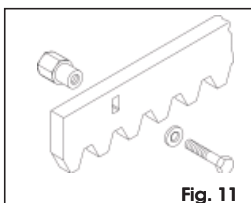

Fig. 11
5.4.1. STEEL RACK TO WELD (Fig. 11)